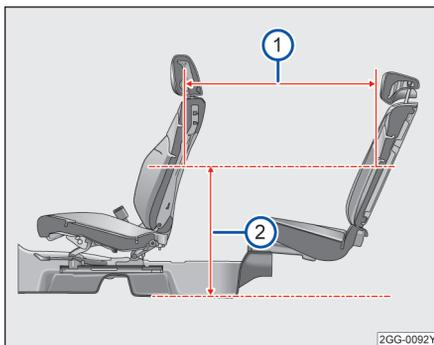

图 77 座间距
当前排座椅前后位置：座椅最后往前滑动 127mm，靠背角为（ 18.1° ），高度处于设计位置；后排座椅位于设计位置时，在距离地板位置 620mm 处→图 77②，座间距为 876mm →图 77①。